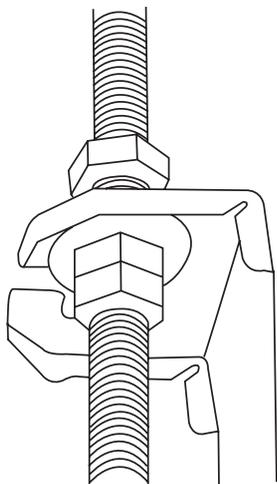

Fig. 4.5
5. Montati unitatea interioara. Veti avea nevoie de doua persoane pentru a o ridica si fixa. Se introduc suruburile de suspendare in gaurile de suspendate ale unitatii. Fixati folosind saibe si piulite incluse (vezi fig. 4.5).